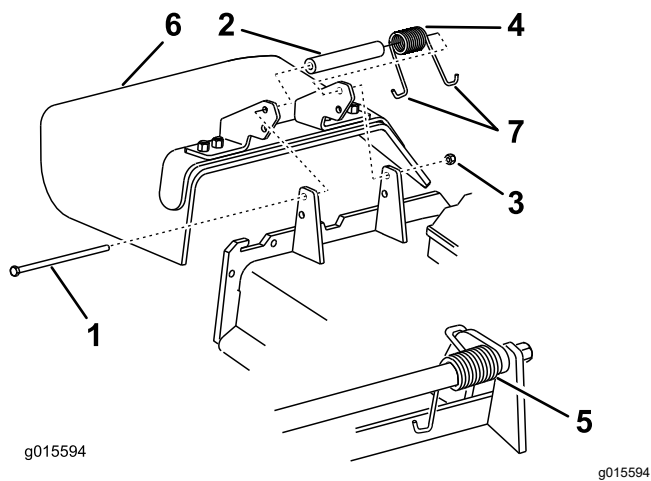

Figura 101
1. Retire la contratuerca, el perno, el muelle y el espaciador que sujetan el deflector a los soportes de pivote (Figura 101).
2. Retire el deflector de hierba dañado o desgastado (Figura 101).
Nota: Asegúrese de colocar un extremo con gancho en **J** del muelle detrás del reborde de la carcasa antes de instalar el perno, según se muestra en Figura 101.
6. Coloque 1 extremo en **J** del muelle alrededor del deflector de hierba (Figura 101).